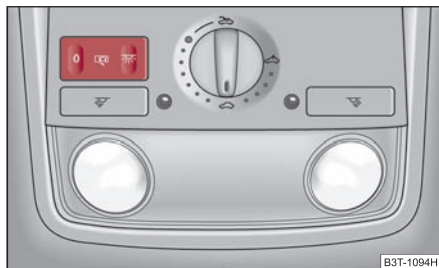
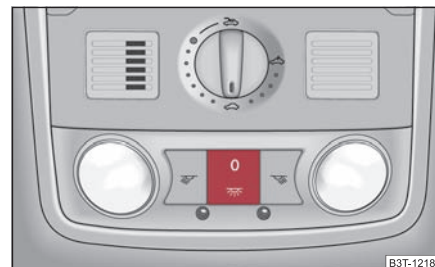

Fig. 62 Escotadura del revestimiento interior del techo: luces del habitáculo delanteras
Fig. 63 Escotadura del revestimiento interior del techo: luces del habitáculo delanteras
- Pulse el conmutador donde el símbolo  ⇒ fig. 62 o ⇒ fig. 63.
- Ponga el conmutador en la posición central. En vehículos sin vigilancia del habitáculo* la posición central está indicada con un símbolo  ⇒ fig. 62.